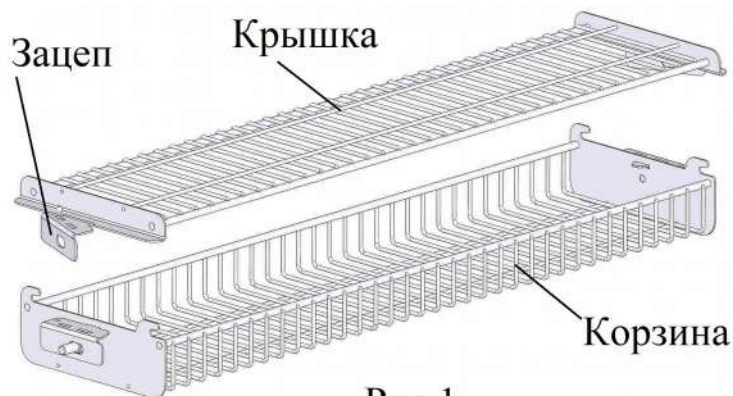

Рис.1
4.1 Поверните зацепы и откройте крышку шампура (рис.1).